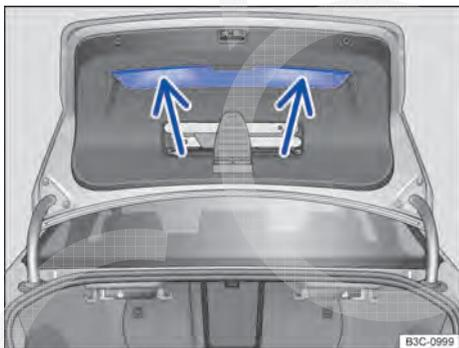

Fig. 36 Tampa do compartimento de bagagem aberta: rebaixos para puxar.
- Segurar um dos rebaixos do revestimento interno da tampa do compartimento de bagagem ⇒ Fig. 36 (seta).